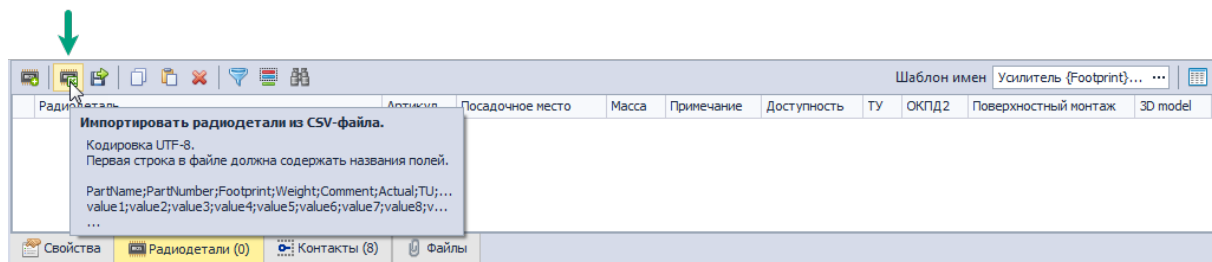

Рис. 323 Импорт радиодеталей с помощью csv-файла
1. Перейдите на вкладку «Рдиодетали» и нажмите кнопку «Импортировать радиодетали из csv-файла», обозначенную значком  на панели инструментов окна редактора компонента, см. Рис. 323.